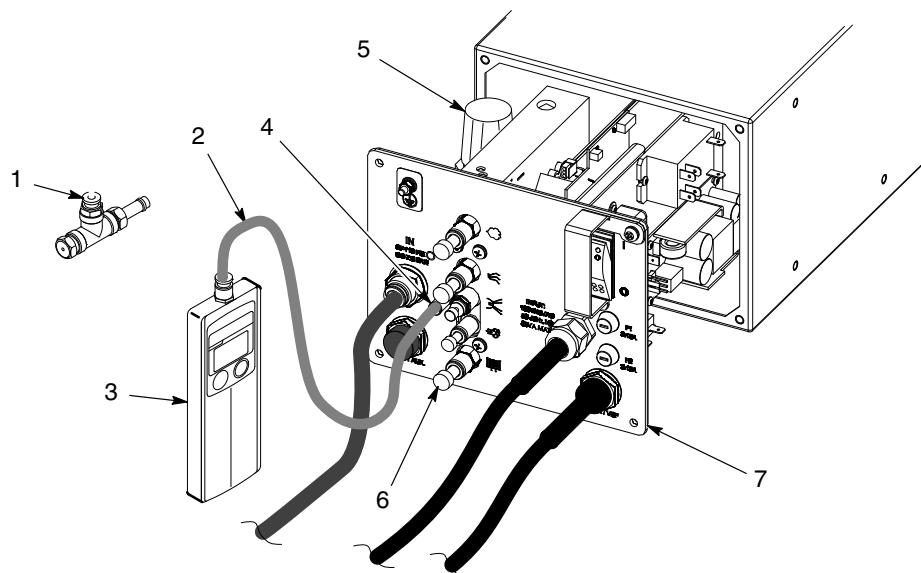

Рис. 6-12 Настройка регулятора
1. См. рис. 6-12. Оттянуть субпанель (7) от корпуса модуля питания достаточно для обеспечения доступа к регулятору.
2. Отсоединить от модуля питания 4-мм шланг воздушной очистки электрода. Отсоединив пневмошланги дозировки, распыла, продувки и псевдоожижения, заглушить фитинги 8-мм и 6-мм заглушками (6).
3. Отсоединить 4-мм пневмошланг манометра (2) от узла диафрагмы (1) и заглушить шланг на фитинг (4) воздушной очистки электрода.
6. Вытянуть ручку регулятора (5) и установить при помощи ручки давление чуть выше 85 psi (5,86 бар). Манометр может показывать кратковременные скачки давления, но давление не должно падать ниже 85.